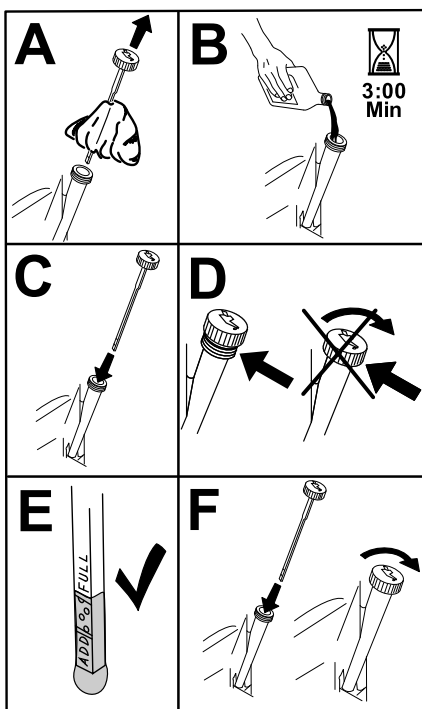

Figura 31
5. Turnai încet aproximativ 80% din uleiul specificat în tubul de umplere i adăugai lent ulei suplimentar pentru ca acesta să ajungă la marcajul **Complet** (Figura 31).